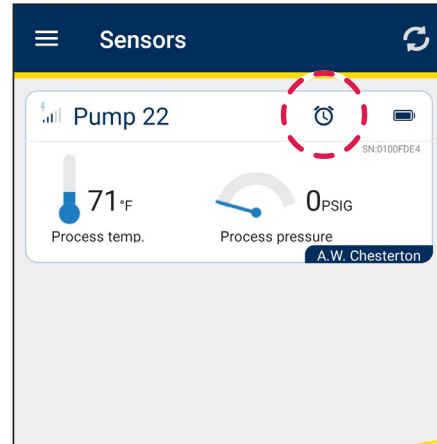

Abbildung 46
4. Sobald die Verbindung wieder hergestellt ist, wird das **Uhrsymbol** neben dem Batteriestandsymbol angezeigt (siehe Abbildung 46).